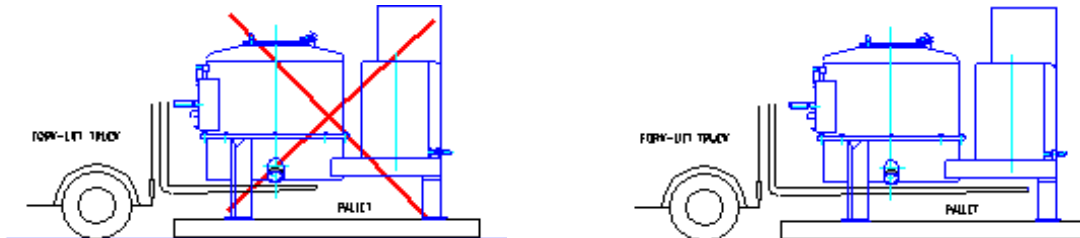

Abb. 5.3-1: Benutzung eines Gabelstaplers
- ≡ Heben Sie die Maschine mit einem Gabelstapler an. Die Hubgabel muss länger als der untere zylindrische Teil der Maschine sein (s. Abb. 5.3-1).